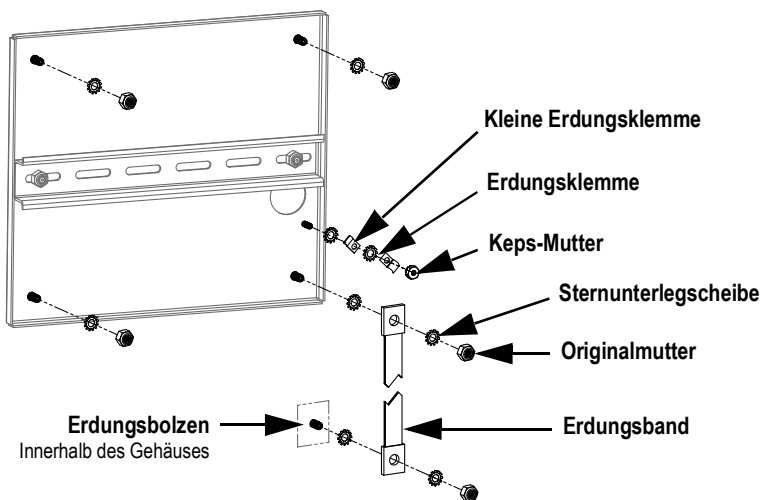

Abbildung 2-29. Schirmerdung der Rückwand
3. Befestigen Sie das andere Ende des Erdungsbandes mit Sternscheiben auf beiden Seiten an einem Erdungsbolzen im Inneren des Gehäuses, siehe Abbildung 2-29. Vergewissern Sie sich, dass das Erdungsband genügend Spielraum zum Öffnen und Schließen der Gehäusetür hat.
**ANMERKUNG:** Vergewissern Sie sich, dass zuerst die kleine Erdungsklemme und dann die große angebracht wird, siehe Abbildung 2-29 auf Seite 32.